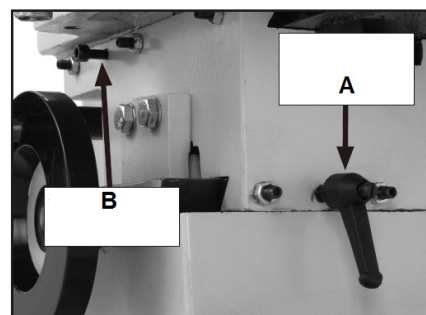

Рис. 10
4. Используйте фиксаторы перемещения стола вперед/назад (А, Рис. 10), чтобы предотвратить смещение стола вперед или назад при прорезании горизонтального паза.
5. Затяните стопорный винт перемещения стола вправо/влево (В, Рис. 10), чтобы зафиксировать стол при прорезании вертикального паза.